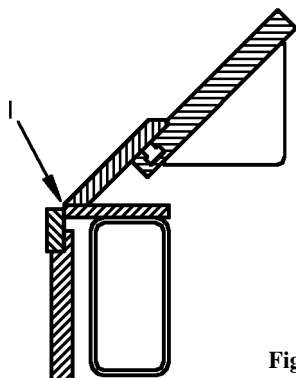

Fig. 2.2 Bukkespalte (1)
Før låsen til overvangen kan aktiveres er det nødvendigt at justere håndtagene (6) for overvangen, så det er muligt at trykke trædepædalen i bund. Til sidst justeres håndtag (8) for bukkevangen (2), så bukkespalten (se fig.: 2.2) svarer til pladedimensionen.